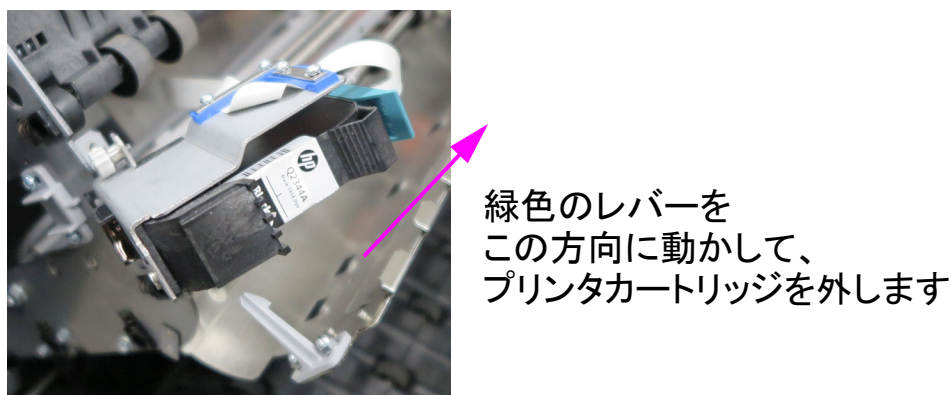

図 5-4 : 緑色のレバー
4. プリンタ本体を手前に倒すと、緑色のレバーが現れますので、これを開きます (図 5-4)。